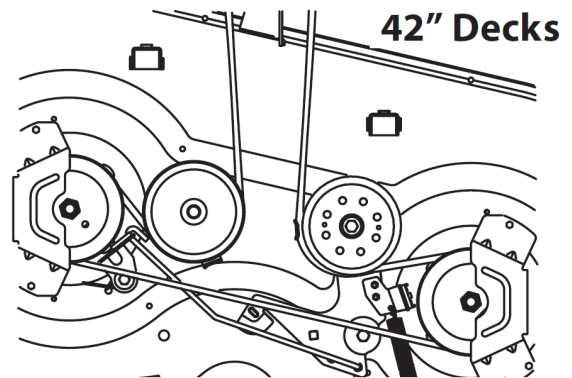

Figure 52
4. 下の該当する図に示すように、新しいベルトを配線します。42インチのデッキについては図52参照。